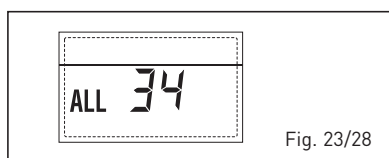

Fig. 23/28
- **ANOMALÍA DE COMUNICACIÓN DE LA TARJETA RS-485 Y DE LA TARJETA RS-485 "AL 35" (fig. 23/29)**